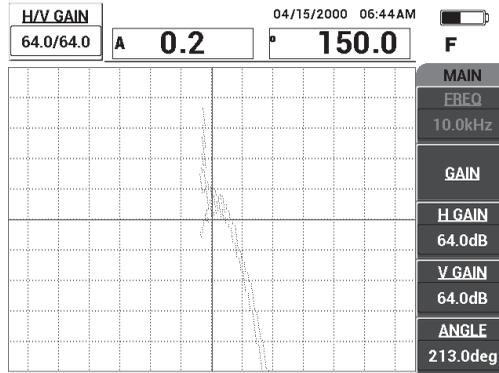

Figura 6-34 Ajuste la amplitud de señal
- Pulse la tecla GAIN (**dB**) y, después, ajuste la amplitud de señal para que la señal de la pérdida de adherencia se extienda hasta 4 divisiones fuera de la posición 0 (retículo). Ver la Figura 6-34 en la página 161.